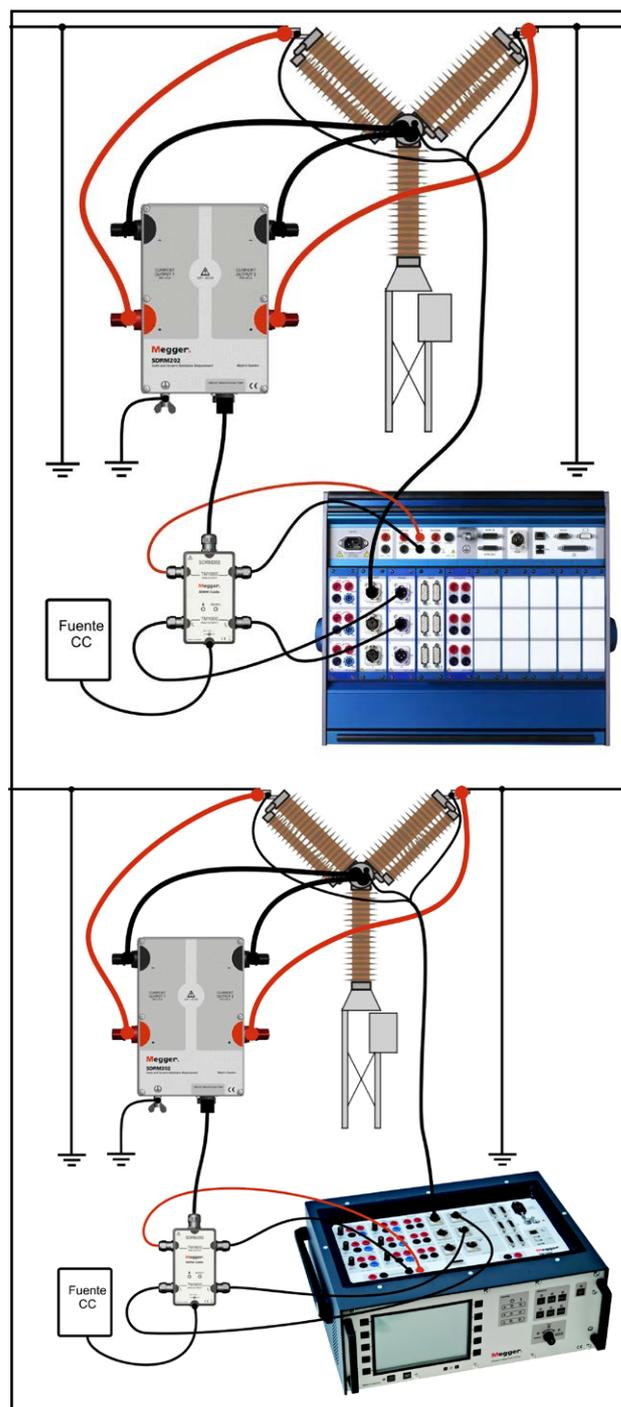

Figura 4.2.1 La figura muestra la conexión con la SDRM202. La SDRM201 se conecta de la misma manera pero con un solo canal.
- 1] Conecte la SDRM201/202 al IC según la figura 4.2.1.